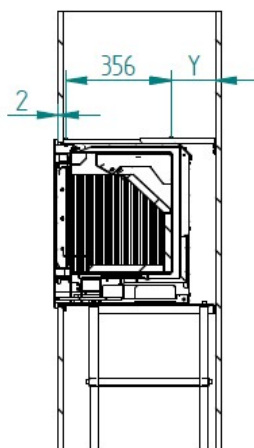

Figure 16 - Distance minimale entre le cadre et la face de la plaque de plâtre ou de la maçonnerie
14. Enfin, vous pouvez placer la porte et le cadre sur l'unité, le cadre doit avoir un espace d'au moins 2 mm par rapport à la plaque de plâtre ou à la maçonnerie, Figure 16.